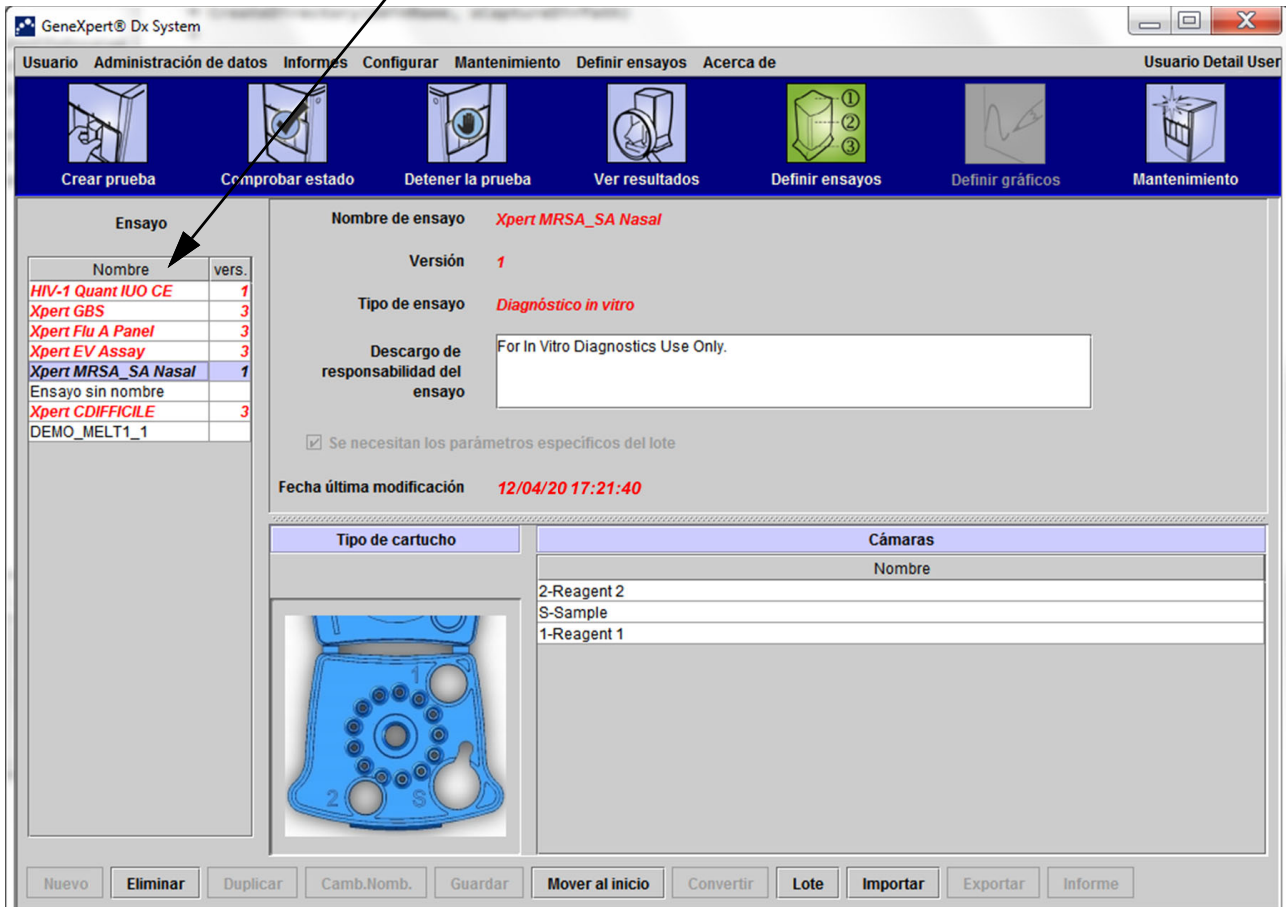

Figura 5-17. Ventana GeneXpert Dx System - Definir ensayos
1. En la ventana GeneXpert Dx System, haga clic en **Definir ensayos**. Se mostrará la ventana Definir ensayos (consulte la figura 5-17).